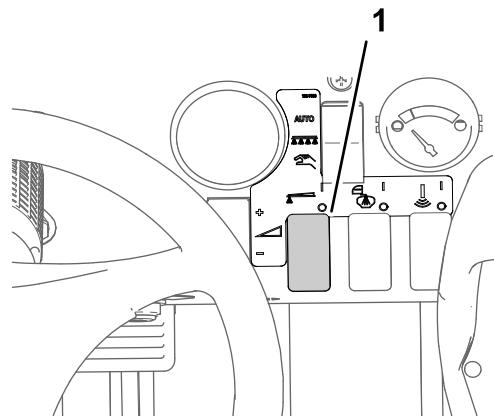

Bild 35
8. Stellen Sie mit dem Dosierungsschalter den gewünschten Sprühdruck ein, wie in der Düsenauswahlanleitung angegeben, die mit dem Sprühfahrzeug geliefert wurde (Bild 35).